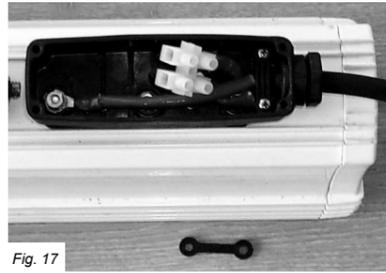
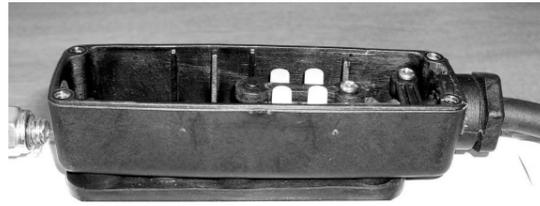

Fig. 17
Fig. 18
18. De l'intérieur du corps du réchauffeur, poussez un des fils par le joint de caoutchouc noir et insérez-le dans la boîte à bornes. Le joint contient deux petits trous et il faut introduire un fil par trou (il faut retirer le manchon de sorte que seul le fil blanc passe) et poussez-le fermement dans une des bornes. Retenez-le en place et serrez à fond la vis (voir Fig.17).
19. Poussez l'autre fil de lampe par le deuxième trou dans le joint et fixez-le à la deuxième borne du bornier (Fig.17). Le bornier peut maintenant être remis à ses pattes de positionnement et les vis resserrées. Remplacez la selle et la vis Fig.18).